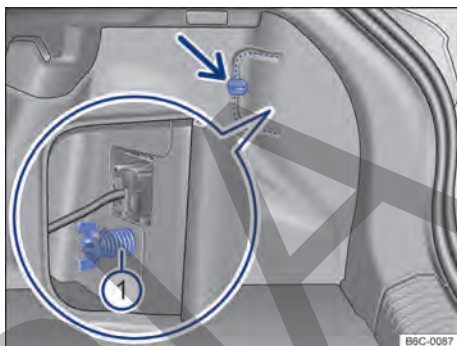
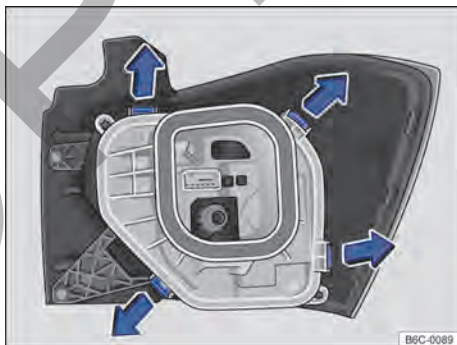

Fig. 167 En el maletero: desmontar la cubierta y retirar el tornillo mariposa ① (fragmento ampliado).
Fig. 168 Linterna trasera: desmontar el portalámparas.
- ① Observar la lista de control y ejecutar las acciones → pág. 209.
- ② Abrir la tapa trasera → pág. 73.
- ③ Para abrir la cubierta de la luz, girar la traba → fig. 167 (flecha).
- ④ Abrir la cubierta junto con la traba hacia el costado.
- ⑤ Aflojar el tornillo mariposa ① (fragmento ampliado) y retirarlo, sosteniendo, al mismo tiempo, la linterna trasera.
- ⑥ Tirar con cuidado de la linterna trasera hacia afuera, para desengancharla de la carrocería → ①.
- ⑦ Desenganchar el conector de alimentación de las lámparas de la linterna, para remover totalmente la linterna.
- ⑧ Colocar la linterna trasera sobre una superficie limpia y lisa.
- ⑨ Para desbloquear el soporte de las lámparas, presionar cada lengüeta de bloqueo → fig. 168 en el sentido de las flechas.
- ⑩ Desmonte el portalámparas con cuidado.
- ⑪ Para retirar las bombillas quemadas presione la bombilla contra el alojamiento y gírela en sentido antihorario.
- ⑫ Cambiar la bombilla quemada por una bombilla nueva del mismo modelo.
- ⑬ Para insertar las lámparas nuevas en el portalámparas, introduzca la nueva lámpara en el alojamiento correspondiente. Presione la bombilla y gírela en sentido horario hasta el tope.
- ⑭ Cerciorarse de que las lámparas estén correctamente fijadas en el soporte.
- ⑮ Instalar el soporte de las lámparas en la linterna trasera. Las lengüetas de bloqueo → fig. 168 deben encajar de forma audible.
- ⑯ Colocar el conector de alimentación en la luz.
- ⑰ Encajar la linterna trasera cuidadosamente en el alojamiento de la carrocería.
- ⑱ Sostener la luz trasera en la posición de montaje con una de las manos y atornillar con la otra el tornillo mariposa → fig. 167 ①.
- ⑲ Volver a colocar la cubierta de la linterna en su posición y girar la traba para cerrar.
- ⑳ Cerrar la tapa trasera → pág. 73.